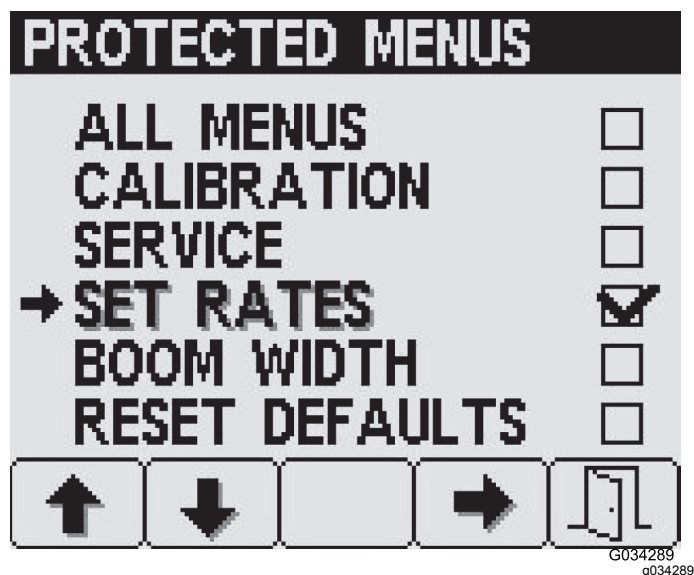

Figure 23
2. Appuyez sur le bouton 2 jusqu'à ce que l'option de menu protégé souhaitée soit atteinte (Figure 23).
3. Appuyez sur le bouton 4 pour sélectionner et désélectionner chaque option de menu protégé (Figure 23).